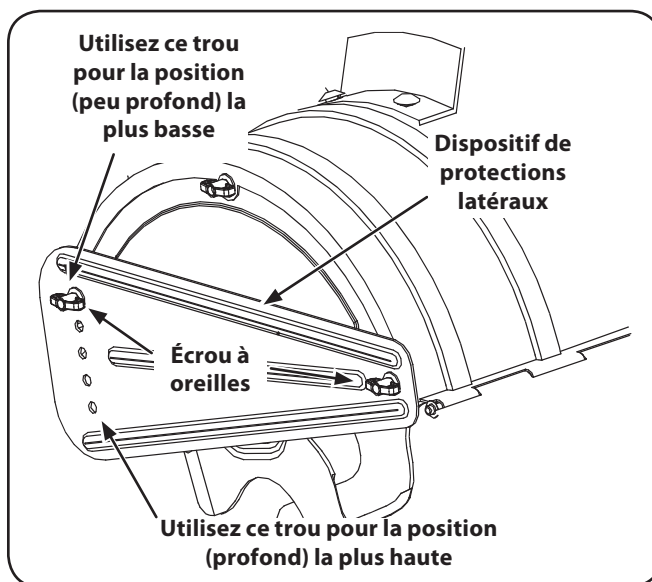

Figure 5-2
2. Pour retourner l'herbe et sarcler à faible profondeur, employez le réglage correspondant à une profondeur de travail de 1 po (deuxième trou à partir du haut). Installez les dispositifs de protection latéraux à la position la plus basse. Voir la Fig. 5-2.